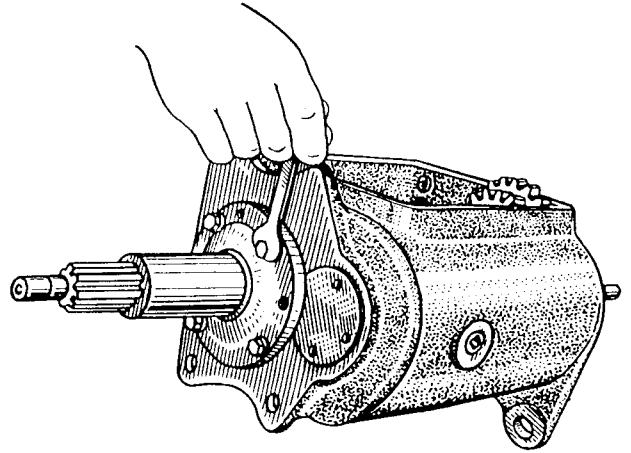

Bild 99. Einbau des Kupplungswellenlagerdeckels
12. Lagerdeckel auf die Kupplungswelle derart schieben, daß die Gewindebohrung M8 unten liegt (Bild 99).